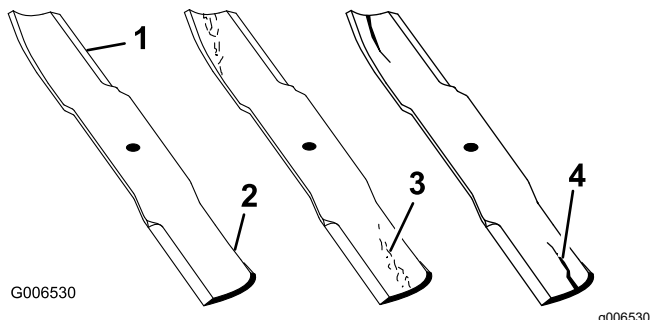

Bild 107
1. Untersuchen Sie die Schnittkanten (Bild 107).
4. Wenn Sie Risse, Verschleiß oder Rillenbildung in diesem Bereich feststellen, sollten Sie sofort ein neues Schnittmesser einbauen (Bild 107).